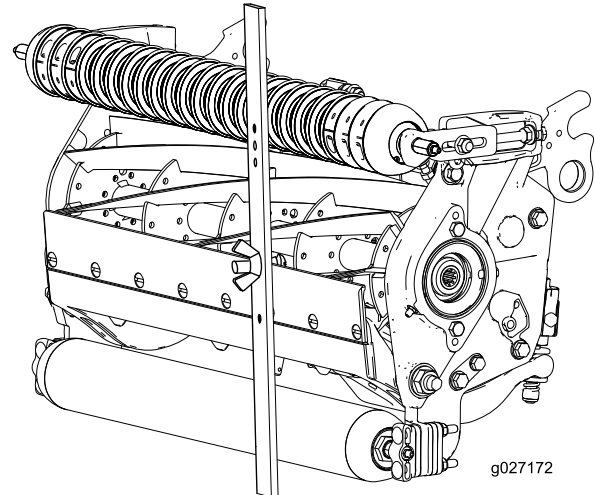

**Bild 17**
4. Haken Sie den Schraubenkopf an die Schnittkante des Untermessers ein, und stützen Sie das hintere Ende der Leiste auf der Heckrolle ab (Bild 17).
5. Drehen Sie die Einstellschraube, bis die Frontrolle die Messlehre berührt (Bild 17).